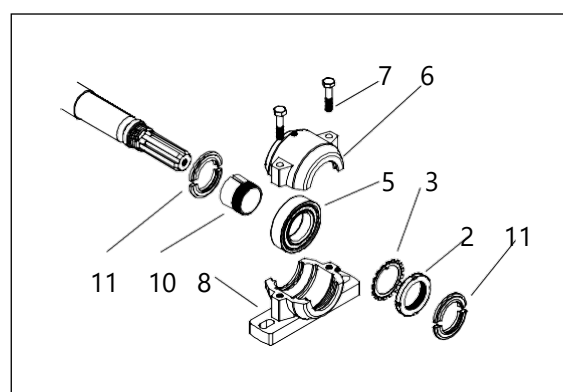

Fig. 7b. Lager, splineaksel-side
Lagrene på matesiden og splineaksel-siden er ikke like. Lagrene på splineaksel-siden, fig. 7b, har ikke avstandsringer (4 og 9) eller en endeplate (1). Lagrene på splineaksel-siden har støvdeksler på begge sider (11).